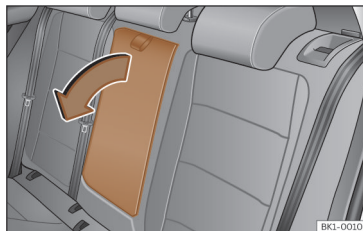

Fig. 91 Apoio de braços central traseiro rebatível (representação esquemática).
- Para *baixar* o apoio de braços, puxe o laço no sentido da seta >>> **Fig. 91.**